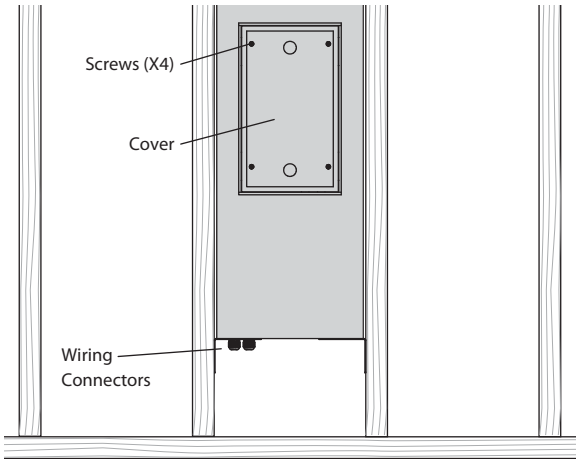

Fig. 3. Rimozione del coperchio
1. Rimuovere il coperchio dal retro della lattina svitando le quattro viti che lo tengono in posizione (Fig. 3).